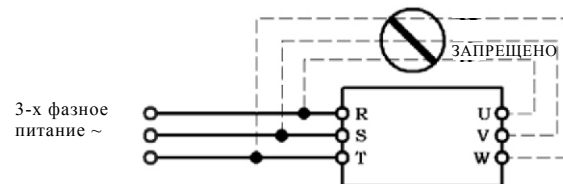

Рисунок 1-2
- НЕ подключайте питание к выходным контактам, помеченным "U", "V" и "W". В противном случае это приведет к повреждению инвертора (рисунок 1-2)